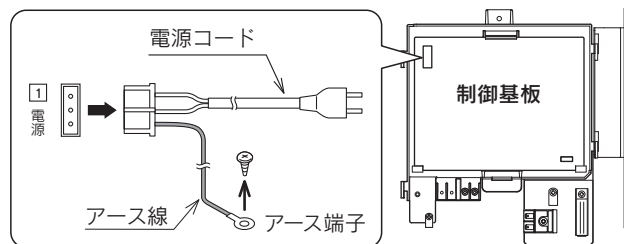

図1
①屋外コンセントがある場合
②屋内コンセント(温水コンセント経由)からとる場合
1. 制御基板上の①電源コネクタと底板にビス止めしているアース線はずし、電源コードを機器からはずします。(図1)